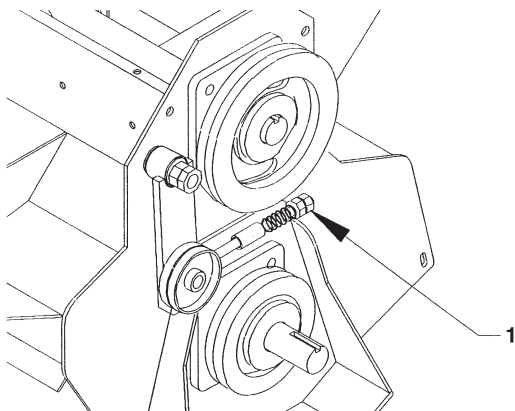

Fig. 6
15. Tendere la cinghia usando il dado di regolazione sull'asta a molla. (Vedi Fig. 6)
REGOLAZIONE DELLA CINGHIA DI TRASMISSIONE (Fig. 6)